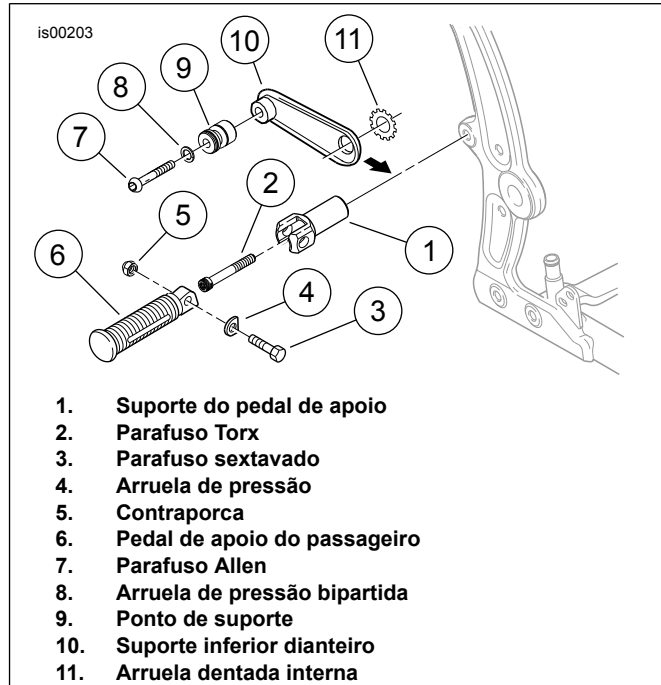

Figura 3. Suporte inferior dianteiro do alforje (lado esquerdo – todos os modelos, lado direito sem o escape Shotgun)
1. Veja a Figura 3. Remova o parafuso (3) e a contraporca (5) que fixam o pedal de apoio do passageiro (6) e a arruela de pressão (4) ao suporte do pedal de apoio (1). Use uma chave T-50 Torx[®] com extensão para remover o parafuso (2) que fixa o suporte do pedal de apoio à estrutura da motocicleta.
- um suporte inferior dianteiro (10),
- um ponto de suporte (9),
- uma arruela dentada interna (estrela) (11),
- um parafuso de cabeça abaulada 5/16-18 x 1 1/2 pol. (7),
- uma arruela de pressão bipartida 5/16 pol. (8).
3. Insira o parafuso Torx[®] (2) através do suporte do pedal de apoio (1) e do furo grande do suporte inferior dianteiro (10). Coloque a arruela dentada interna (11) no parafuso e aplique algumas gotas de Loctite 243 (azul) nas roscas do parafuso.
- Para todos os modelos, exceto HDI:** Segure o anel “D” em um dos parafusos de engate rápido (1) dentro do alforje. **Para os modelos HDI:** As normas exigem que o anel “D” seja removido dos parafusos de engate rápido em todas as aplicações HDI. Sem o anel “D”, uma moeda ou uma ferramenta com uma ponta lisa será necessária para instalar ou remover os alforjes. **Para todos os modelos:** Com a ranhura na extremidade do parafuso mantida na posição horizontal, insira o parafuso no furo da barra de montagem do alforje (5). Quando a ranhura encaixar no arame (9) dentro da barra, gire o parafuso no sentido horário 1/4 de volta até que encaixe no lugar. Instale o segundo parafuso de engate rápido do mesmo modo.
- Veja a Figura 3. Gire o suporte do pedal de apoio se dobre na direção da traseira formando um ângulo de 45 graus. Usando uma chave T-50 Torx® com extensão, aperte o parafuso (2) com torque de 61–68 N·m (45–50 ft-lbs).
7. Veja a Figura 3. Instale o pedal de apoio do passageiro em seu suporte como mostrado usando o parafuso (3), a arruela de pressão (4) e a contraporca (5) removidos anteriormente.